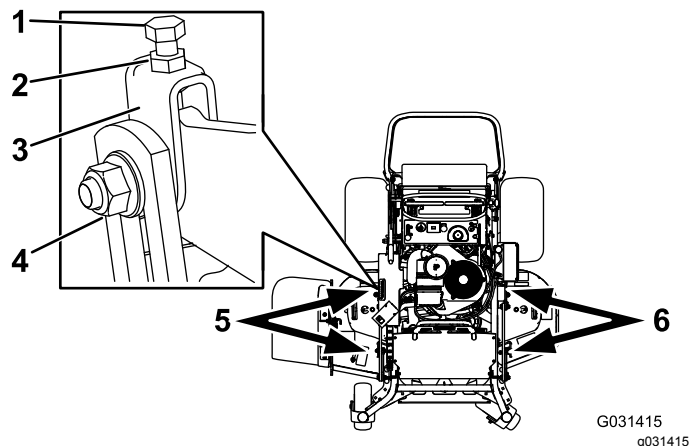

図 81
- 調整したいデッキのヨークのサイドナットとジャムナットをゆるめる 図 81。
- ヨーク上部にあるボルトを回して刈り込みデッキの高さを調整する 図 81。